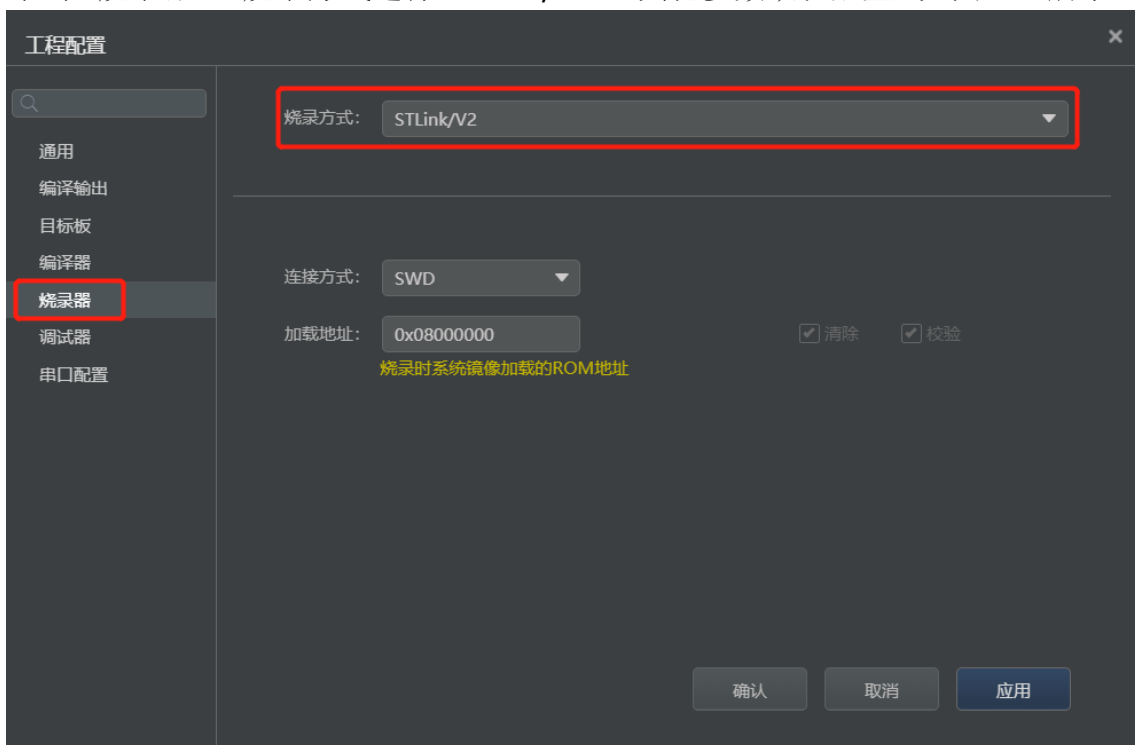

图 2-5 设置烧录器参数
4. 单击“烧录器”，烧录方式选择“STLink/V2”，其他参数默认配置，如图 2-5 所示。